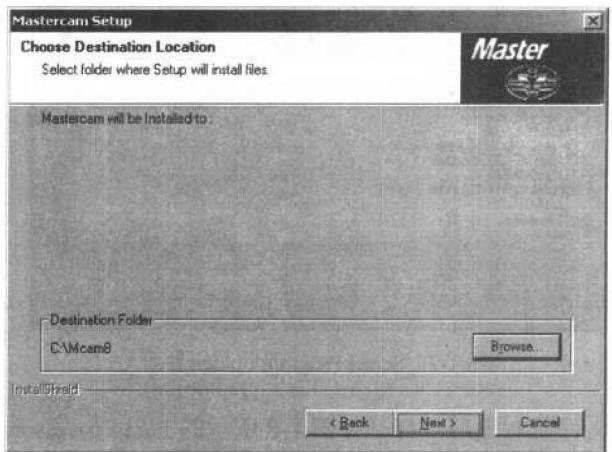

图 1-5 Choose Destination Location 安装界面
(6) 选定系统单位后单击 Next 按钮，打开如图 1-5 所示的 Choose Destination Location 安装界面。该界面用来设置系统文件安装的目录，可以采用系统给出的默认目录，也可以通过单击 Browse 按钮设置安装目录。